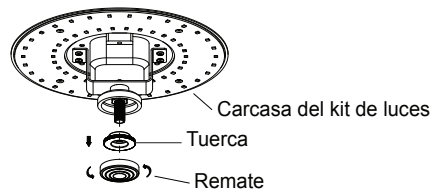

Fig. 18
Paso 1. Retira el remate y la tuerca de la boquilla roscada del conjunto de la lámpara del kit de luces. (Fig. 18)